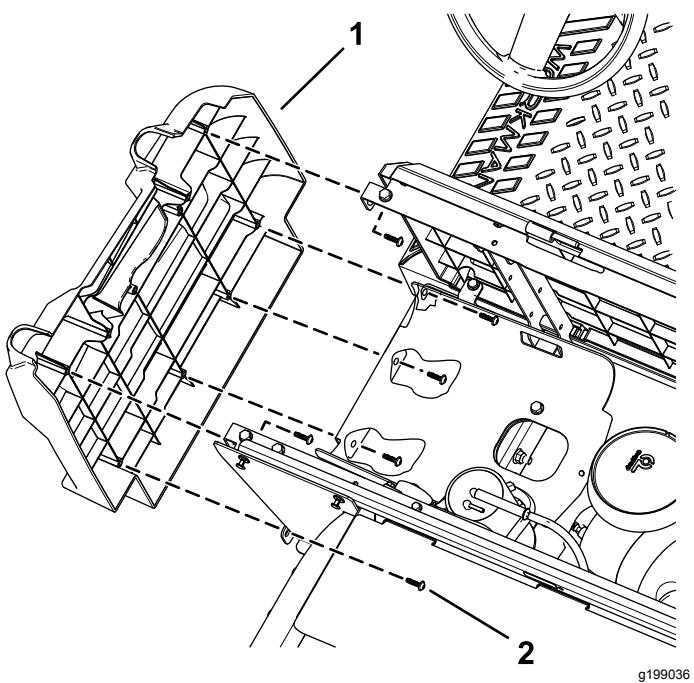

Figura 9
4. Utilizzate una chiave a bussola T30 per rimuovere le 6 viti a testa Torx (M6,0 x 22 mm) dal pannello sinistro e rimuovete il pannello (Figura 9).